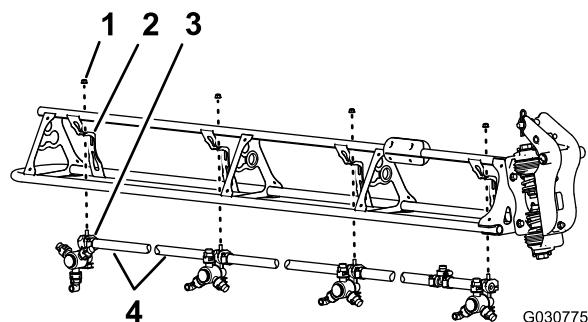

図 118
1. ふたつのノズルの間でホースを切断する 図 118。
2. ノズルをノズルサポートに固定しているフランジロックナット5/16 インチを外す 図 118。